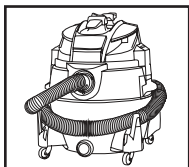

FIGURE 23
46. Les accessoires peuvent être rangés dans le porte-accessoires. Le tuyau peut être rangé dans le support de tuyau. Pour ce faire, placez une extrémité du tuyau entre les tiges de support de tuyau et le couvercle du réservoir. Enroulez le tuyau autour du couvercle du réservoir en gardant le tuyau inséré entre les tiges et le couvercle. **FIGURE 23.** L'aspirateur doit être entreposé à l'intérieur.